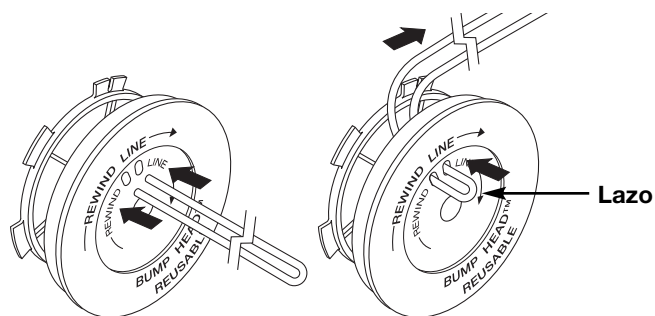

Fig. 16
6. Tome aproximadamente 10 m (20 pies) de nueva línea de corte, enlázela en dos longitudes iguales. Inserte cada extremo de la línea a través de uno de los dos orificios del carrete interior (Fig. 16). Pase la línea a través del carrete interior de modo que el lazo sea lo más pequeño posible.